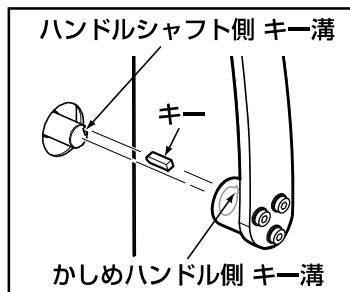

図2
**取り付け**：機械本体から出ているハンドルシャフトのキー溝に、付属のキーをセットしてください。かしめハンドルのキー溝をキーに合わせて、一番奥まで挿入してください。 図2 参照